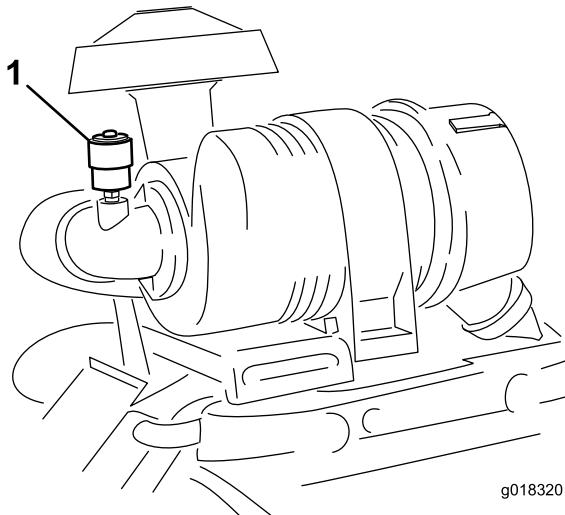

Figure 43
Remarque: Faites l'entretien du filtre à air uniquement quand l'indicateur de colmatage (Figure 43) indique que cela est nécessaire. Ne remplacez pas le filtre à air plus fréquemment que nécessaire ; cela ne fait qu'accroître le risque de contamination du moteur par des impuretés quand le filtre est déposé.
6. Réarmez l'indicateur de colmatage (Figure 43) s'il est rouge.